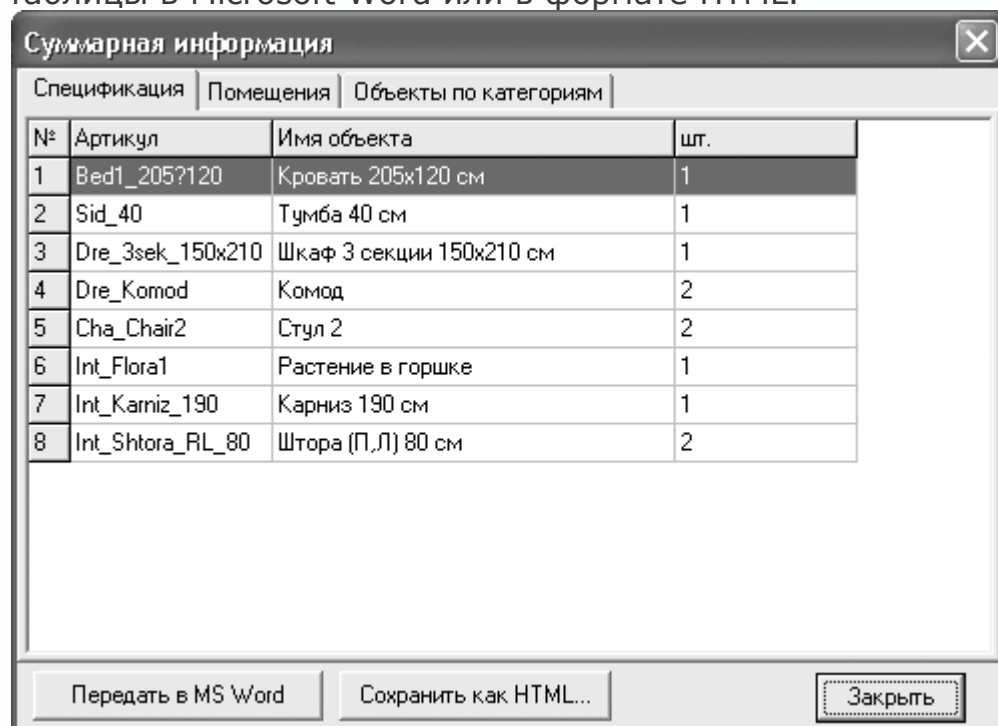

Рис. 8.3. Окно Суммарная информация
– с помощью этой кнопки можно вызвать окно Суммарная информация (рис. 8.3). Оно содержит три вкладки: Спецификация, Помещения и Объекты по категориям. На вкладке Спецификация находится сводная таблица всех элементов интерьера, которые использовались при работе над проектом. Вкладка Помещения содержит информацию о созданных помещениях (названия, жилая площадь, объем, площадь обоев). На вкладке Объекты по категориям подсчитано общее количество объектов различных категорий: комнат, пролетов, окон, дверей, объектов из базы мебели и т. п. С помощью кнопок внизу этого окна вы можете сохранить информацию с открытой в данный момент вкладки в виде таблицы в Microsoft Word или в формате HTML.